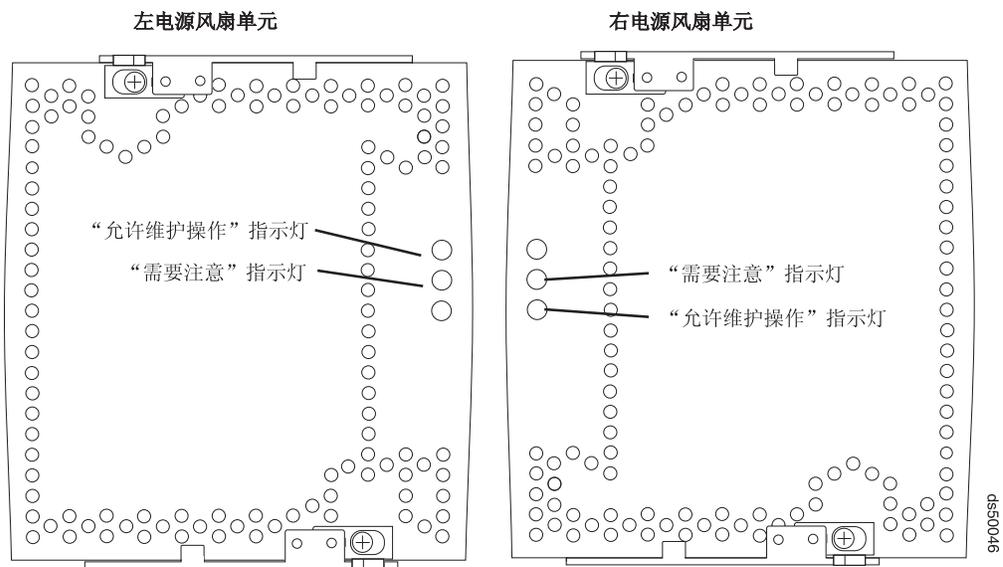

图 116. 电源和风扇单元指示灯
4. 通过检查点亮的电源和风扇单元“需要注意”指示灯来查找出故障的电源和风扇单元。(图 116 显示了电源和风扇单元上的指示灯。)
5. “允许维护操作”状态指示灯是否点亮？(图 116 显示了电源和风扇单元上“允许维护操作”状态指示灯的位置。)